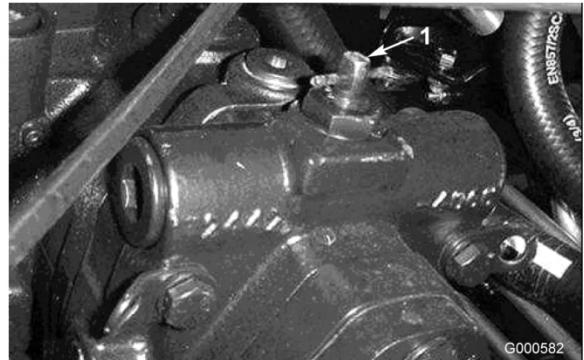

図 16
2. バイパス・バルブのレバー（図16）を右または左に90°回転（4分の1回転）させると内部でバイパスが形成される。これにより、トランスミッションを破損することなく機械を押して移動できるようになる。バルブを開けたとき、どちらの方向に回したかを覚えておくこと。